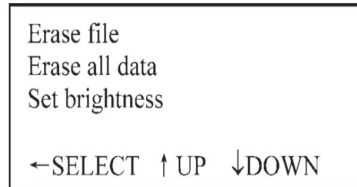

Abbildung 37
- Bewegen Sie den Cursor mithilfe der „↑“ oder „↓“-Taste und wählen Sie „Set brightness“ (Helligkeit einstellen), wie in Abbildung 37 dargestellt.